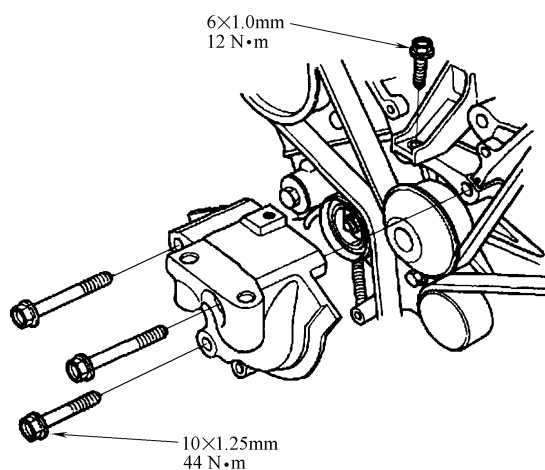

图 23-87 安装发动机侧面安装支架的下半部分
8) 如图 23-87 所示, 安装发动机侧面安装支架的下半部分。